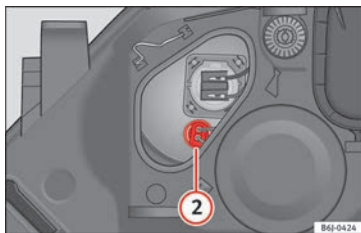

Fig. 181 Luz de posición.
- Extraiga el conector » fig. 181 (2) tirando hacia afuera.